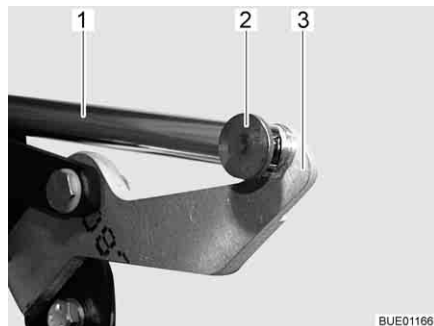

Fig. 109 Azionamento
- Rimuovere il collegamento (p. es. copiglia e perno) (Fig. 109,2) tra la biella (Fig. 109,1) e la leva (Fig. 109,3).